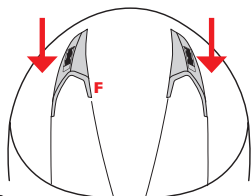
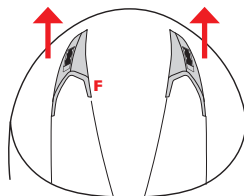

FIGURA 2
FIGURA 3
TOMA DE AIRE FRONTAL SUPERIOR — F — Figura 2/3
- Figura 2: Deslice los cursores hacia adelante para cerrar completamente la entrada de aire
- Figura 3: Deslice los cursores hacia atrás para abrir completamente la toma de aire
- 2) presione el botón Z hacia arriba y simultáneamente gire la placa como se muestra en la figura 2. Extraiga la placa como se muestra en la figura 3